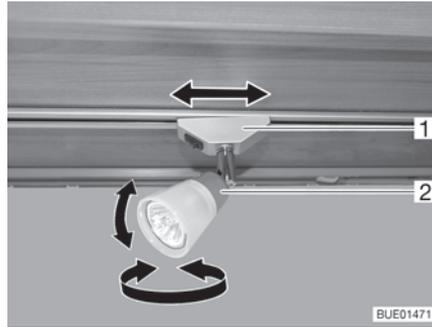

Fig. 35 Foco
*Girar el foco:* ■ Girar la carcasa (Fig. 35,2) del foco en la dirección deseada.
*Desplazar el foco:* ■ Girar el soporte (Fig. 35,1) aprox. 45°.
*Retirar el foco:* ■ Girar el soporte (Fig. 35,1) 90°.